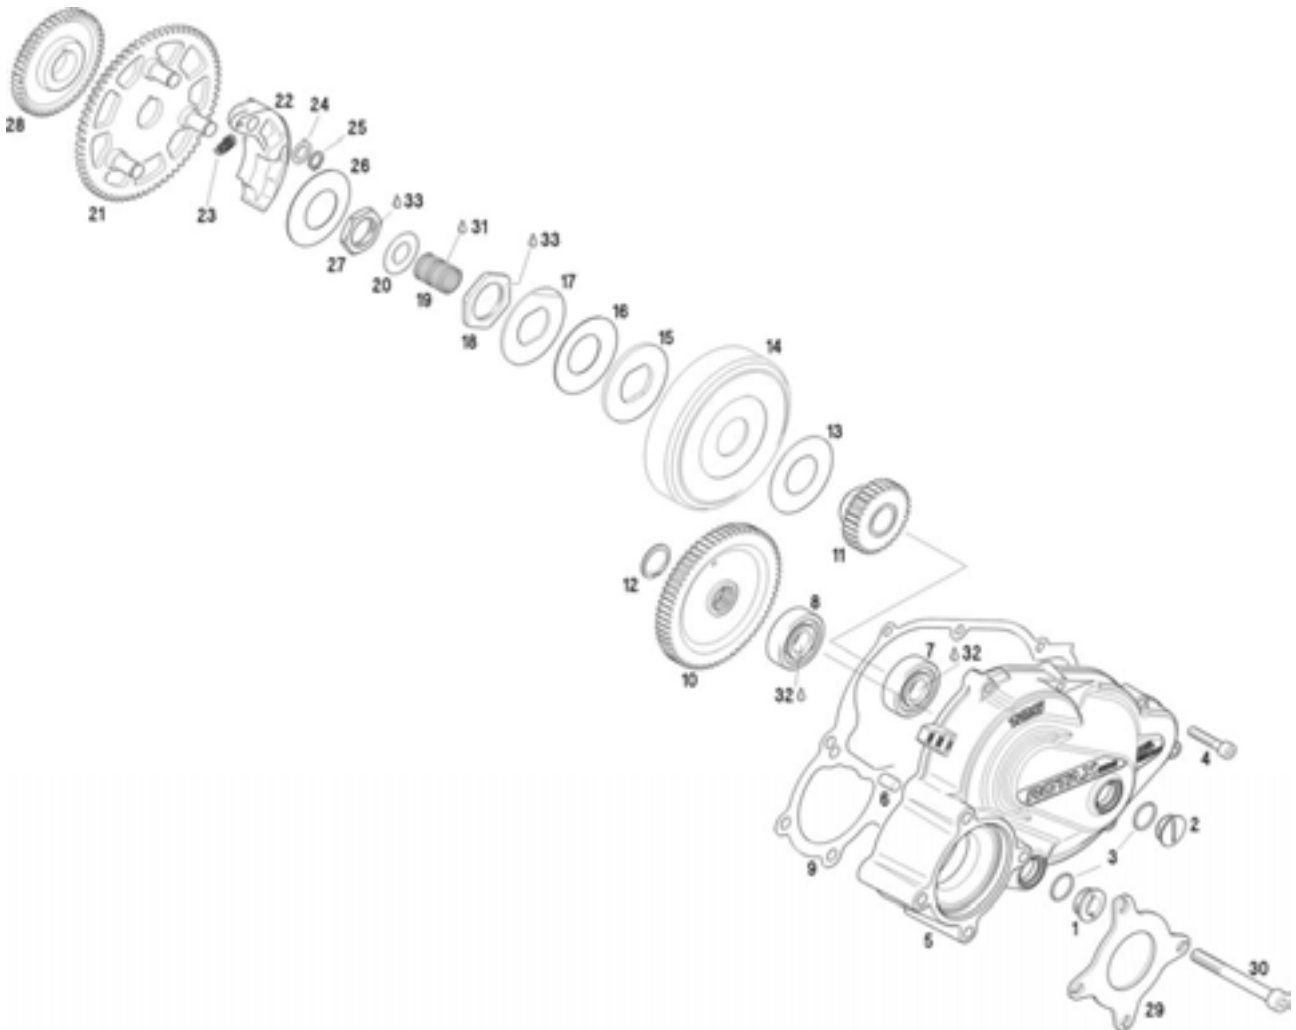

Bild 18
- ➔ Demontieren Sie den Getriebedeckel, indem Sie die 6 Stk. Zyl. Schrauben M6x30 (Pos.4) und die 4 Stk. Zyl. Schrauben M8x70 (Pos.30) heraus-schrauben.(Bild 18)
Das Primärrad (Pos. 11) ist auf der Kupplungstrommel (Pos. 14) mittels einer SK-Mutter (Pos. 18) befestigt. Die Kupplungstrommel ist außerdem mit einer mechanischen Überlastkupplung ausgestattet. (Bild 18)